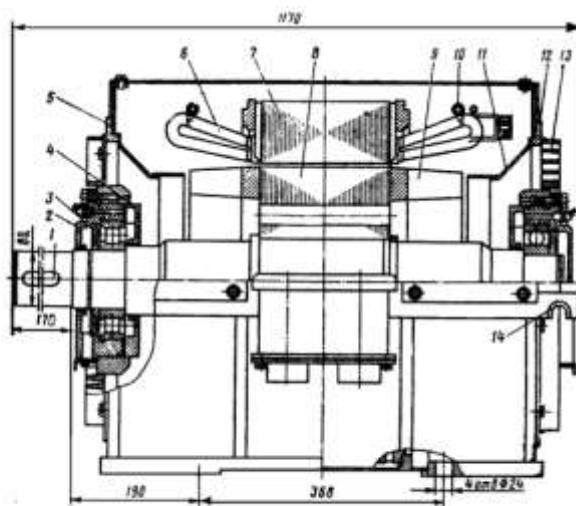

Рис. 2. Общий вид асинхронного двигателя с высотой оси вращения  $h = 280$  мм.
1. Назовите элемент 14, изображённый на рис. 2.